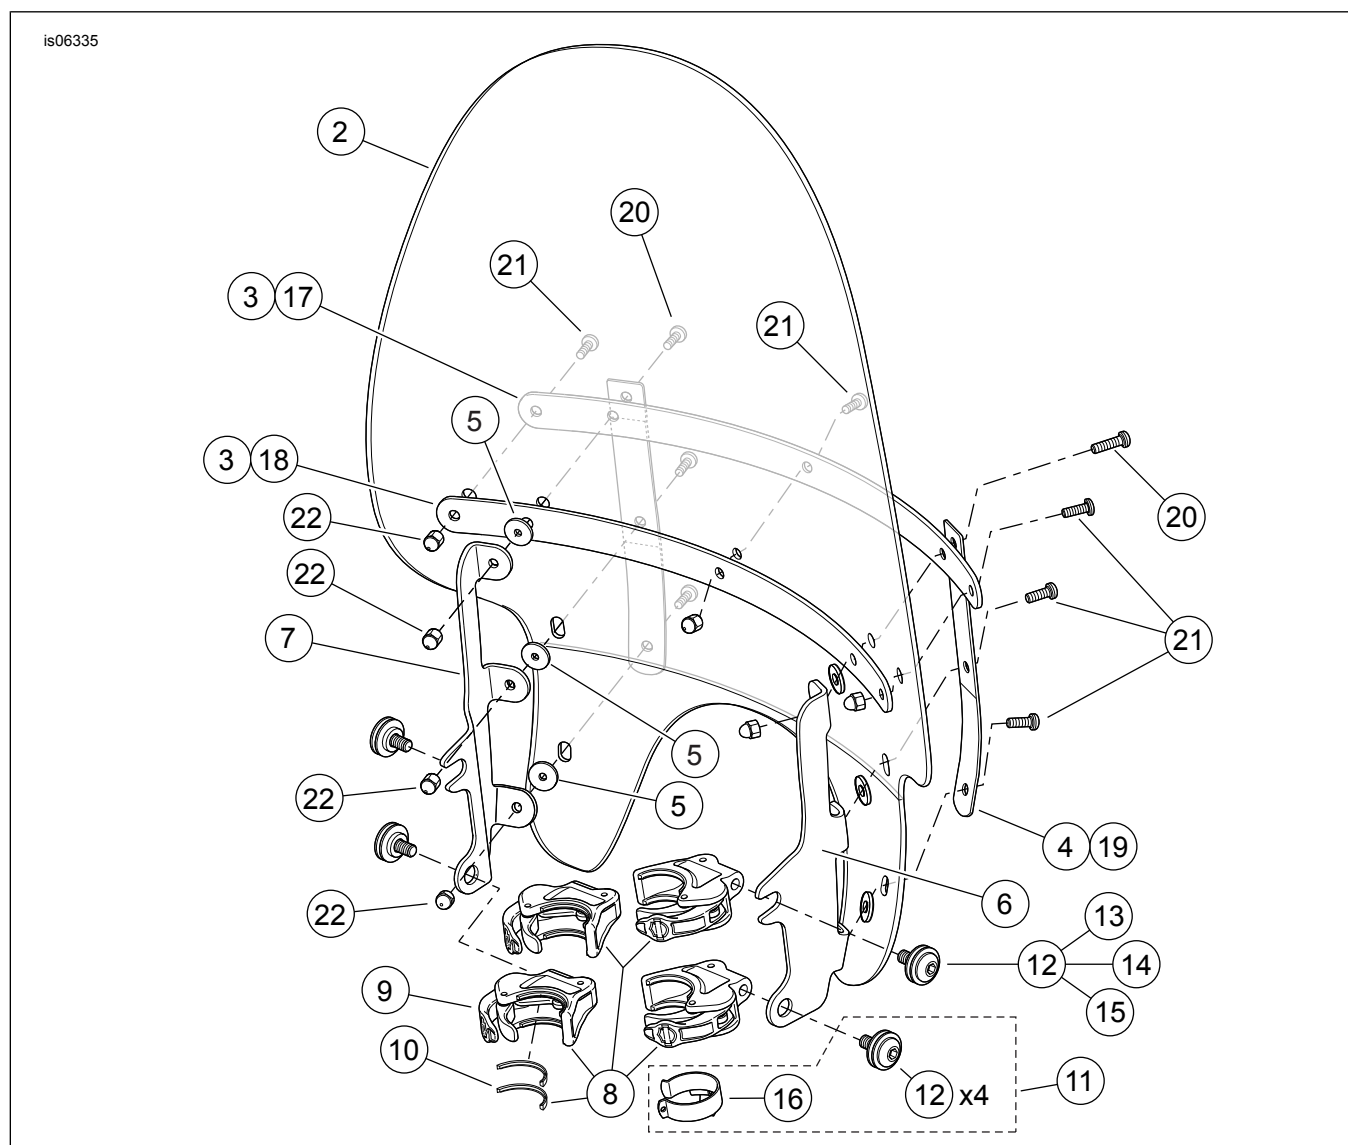

Figura 2. Piezas de servicio, parabrisas de liberación rápida XL1200X
Vea la Figura 2 y la Tabla 2 .
2. Vea Figura 2 . Extraiga del embalaje los conjuntos de abrazaderas (8) y el kit de elementos de sujeción (11), y separe las piezas similares para preparar el montaje.
3. **Todos los kits.** Centre el parabrisas alrededor del faro delantero y asiente las abrazaderas sobre los tubos de la horquilla. Vea Figura 2 . Encaje la presilla del cable del acelerador (16) alrededor del tubo de la horquilla del lado derecho y coloque los cables del acelerador a través de la abertura de la guía.